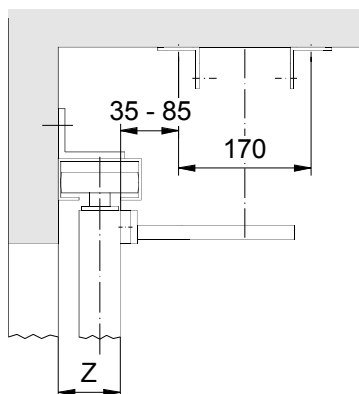

Fig. 6
- Segnare la posizione dei fori di fissaggio parallelamente alla porta. Fig. 6